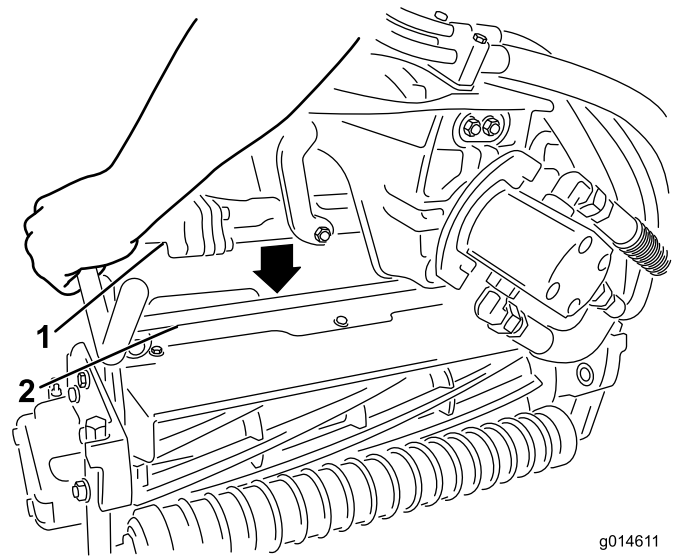
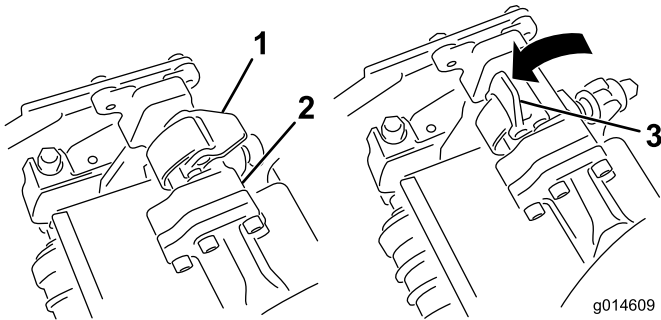

Figura 34
Figura 33
4. Con los enganches del brazo de suspensión orientados hacia arriba (es decir, abiertos (Figura 33)), empuje hacia abajo el brazo de suspensión de modo que la barra encaje en la barra situada en la parte superior de la unidad de corte (Figura 34).
5. Presione los enganches hacia abajo alrededor de la barra de la unidad de corte y bloquéelas (Figura 33).
- Abra los enganches de la barra del brazo de suspensión de la unidad de corte que está retirando (Figura 33).